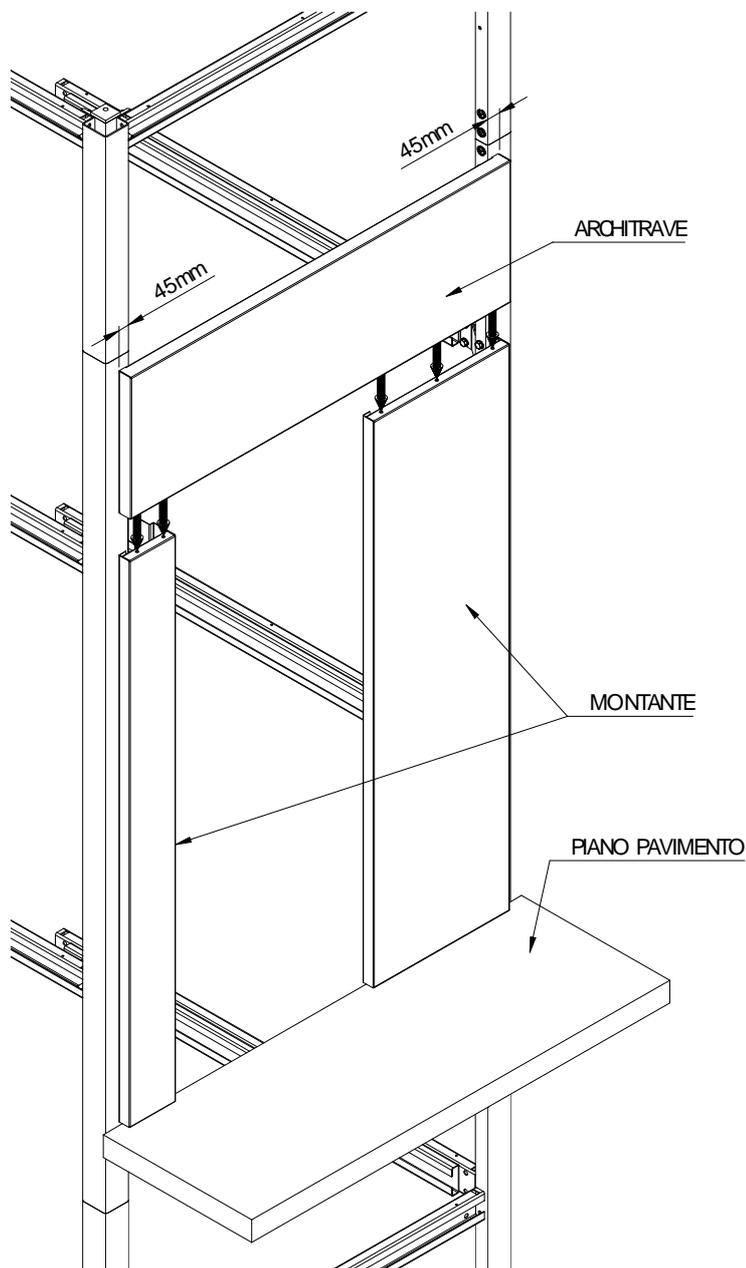

Fig. 18.1
- ✓ Posizionare i montanti dell'inquadramento delle porte sui montanti della struttura, rispettando la quota di 45mm. La parte inferiore dei montanti porta deve essere allineata con il piano pavimento finito (Fig. 18.1)